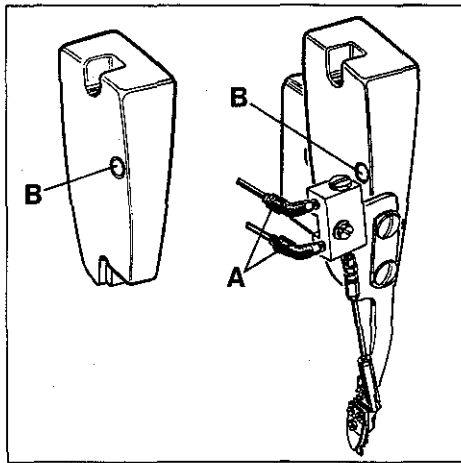
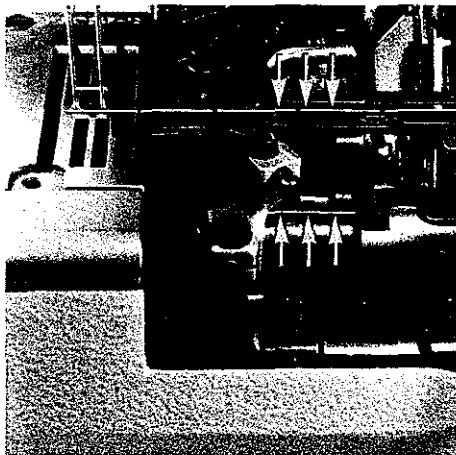
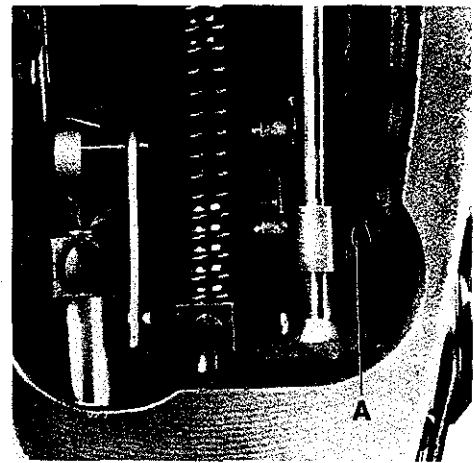
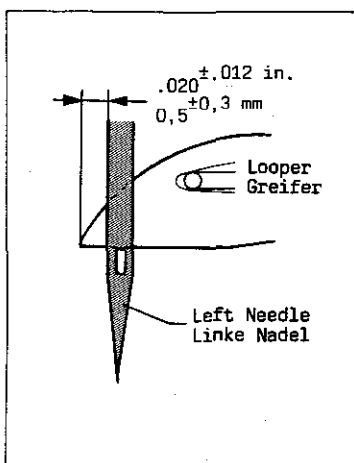

Fig.19
Fig.21
Fig.20
Fig. 23
1. Remove the head cover*, presser foot and feed dogs. For removing the head cover on styles with cover thread trimmer the PA-tubes have to be disconnected on the swivel elbows (A, Fig. 19) of the air cylinder.
3. Loosen screw (A, Fig. 20) and turn needle bar as required, so the needles center in the needle holes of throat plate and are parallel to the looper shaft (see Fig. 21). This can be checked by holding a ruler against the needles.
4. Retighten screw (A, Fig. 20).
* The needle bar can also be aligned and set to height without removing the head cover. For this, remove plug (B, Fig. 19) in the head cover to have access to screw (A, Fig. 20) in the needle bar connection. Remount the plug.
1. Entfernen Sie den Kopfdeckel*, Drückerfuß und Transporteure. Zum Entfernen des Kopfdeckels müssen bei Maschinen mit Legfadenabschneider die PA-Schläuche an den Winkleinverschraubungen (A, Fig. 19) am Luftzylinder gelöst werden.
3. Lösen Sie die Schraube (A, Fig. 20) und drehen Sie die Nadelstange so, daß die Nadeln mittig in die Stichlöcher der Stichplatte einstechen und parallel zur Greiferwelle stehen (siehe Fig. 21). Dies kann durch Anlegen eines Lineals an die Nadeln geprüft werden.
4. Ziehen Sie die Schraube (A, Fig. 20) wieder an.
* Die Nadelstange kann auch ohne Abbau des Kopfdeckels ausgerichtet und auf die Höhe eingestellt werden. Entfernen Sie dazu den Verschlußstopfen (B, Fig. 19) im Kopfdeckel, damit die Schraube (A, Fig. 20) im Nadelstangen-Mitnehmer zugänglich wird. Montieren Sie den Verschlußstopfen wieder.
The height of needle bar is correct, when the looper point at its travel from right to left is 0.5 mm (.020 in.) left of the left needle (see Fig. 23) and the top of the needle eye is flush with the underside of the looper. For adjustment loosen screw (A, Fig. 20)* and move needle bar up or down as required. Retighten screw (A).
Die Nadelstangenhöhe ist richtig eingestellt, wenn die Greiferspitze bei ihrem Weg von rechts nach links 0,5 mm links der linken Nadel steht (siehe Fig. 23) und Oberkante Nadelöhr und Unterkante Greifer in gleicher Höhe stehen. Lösen Sie für diese Einstellung die Schraube (A, Fig. 20)* und schieben Sie die Nadelstange nach Bedarf nach oben oder unten. Ziehen Sie die Schraube (A) wieder an. Beachten Sie, daß bei dieser Einstellung die Nadelstange nicht verdreht wird.
* Die Nadelstange kann auch ohne Abbau des Kopfdeckels ausgerichtet und auf die Höhe eingestellt werden. Entfernen Sie dazu den Verschlussstopfen (B, Fig. 19) im Kopfdeckel, damit die Schraube (A, Fig. 20) im Nadelstangen-Mitnehmer zugänglich wird. Montieren Sie den Verschlussstopfen wieder.